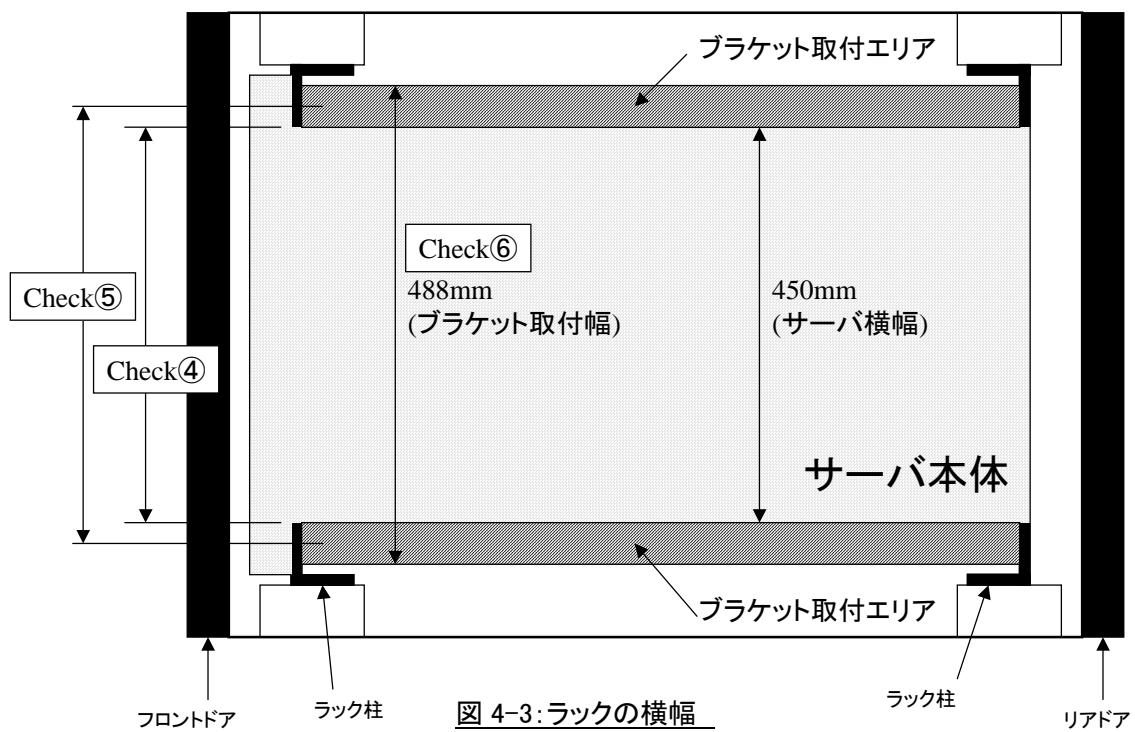

図 4-3: ラックの横幅
Check④: ラック柱の内側間隔 (図 4-3、4 参照)
Check⑤: ラック柱の取付け穴間隔 (図 4-3、4 参照)
Check⑥: ブラケット取付スペース (図 4-3 参照)
判定基準: 図 4-3 の斜線部に干渉物(補強用の柱やオプション取付用柱)が無いこと。